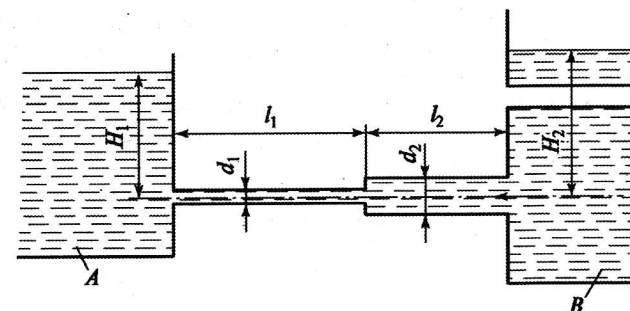

Рис. 5.16
**Задача 5.16.** Система из двух соединенных последовательно трубопроводов  $d_1 = 100$  мм и  $d_2 = 200$  мм,  $l_1 = 200$  м и  $l_2 = 300$  м соединяет резервуары A и B, имеющие свободные поверхности на уровнях  $H_1 = 100$  м и  $H_2 = 200$  м (рис. 5.16). Коэффициенты потерь на мест-